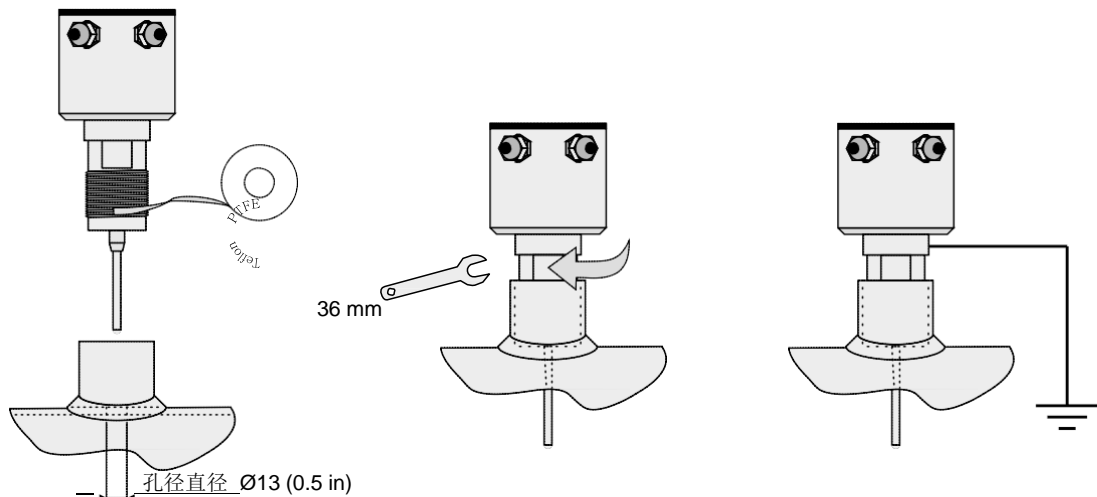

图 2
按照图 2 所示进行安装。
- 在接通电源之前, 通过外壳上的接地螺钉 (见图 2) 对装置接地 (至少  $4\text{mm}^2$ )